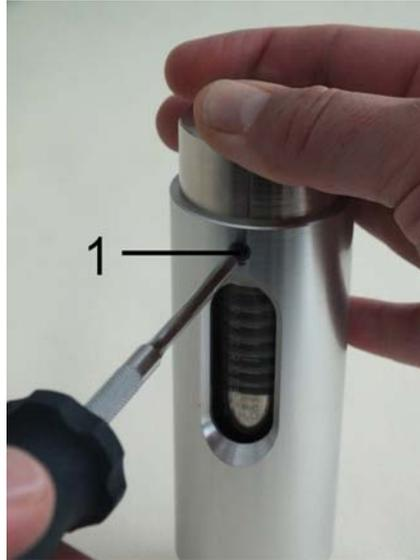

Abb. 49: Innensechskantschrauben anziehen
14. ➤ 3 Gewindestifte mit Innensechskant (Abb. 49/1) anziehen, dabei Schrauben-Anziehdrehmoment beachten (☞ Kapitel 11.1 „Schrauben-Anziehdrehmomente“ auf Seite 77)